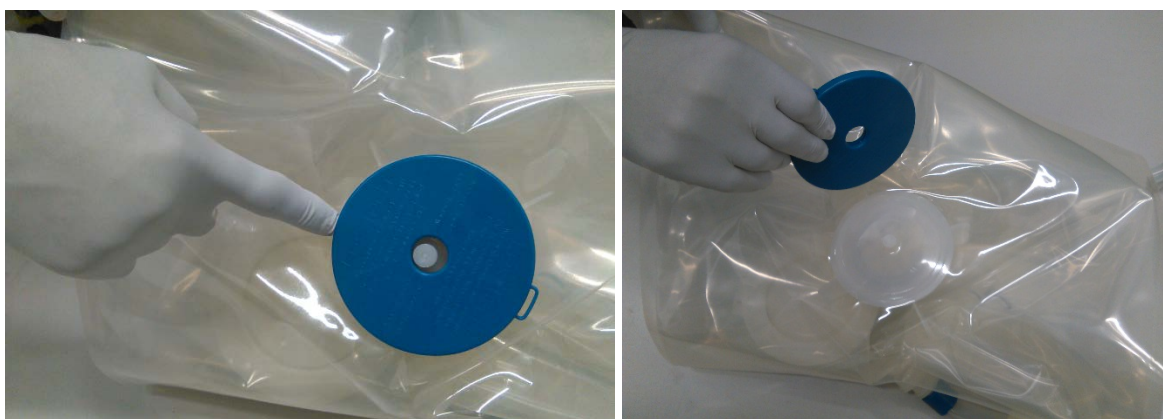
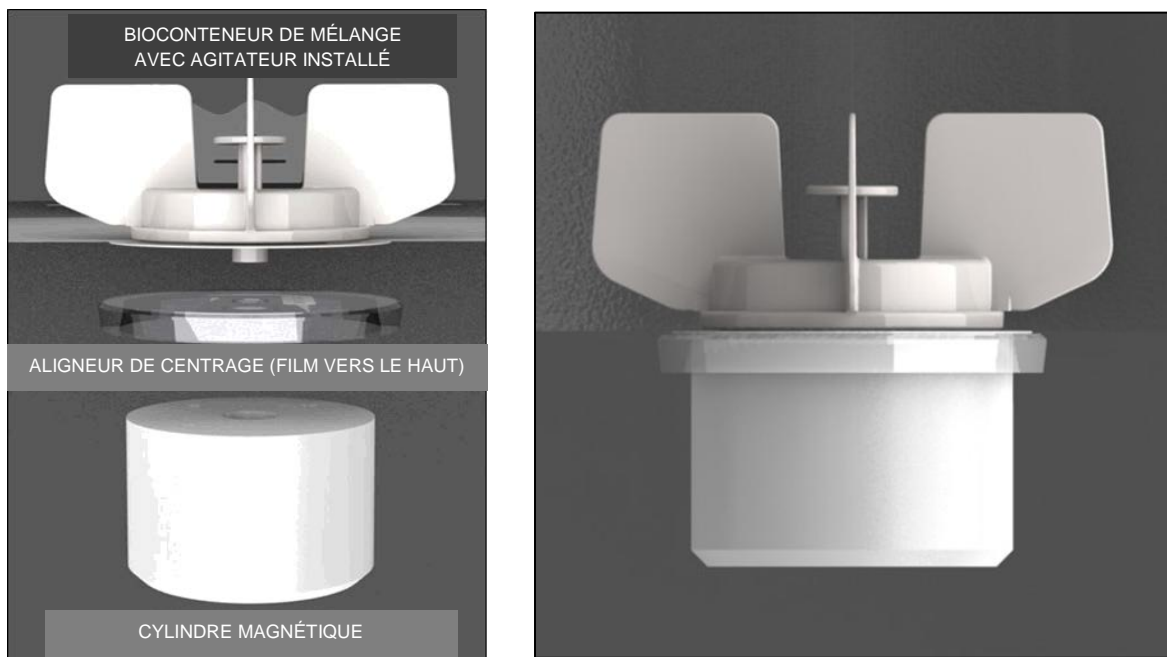

Figure 11 : Retrait du disque de transport
Figure 12 : Ensemble de bioconteneur de mélange avec ensemble cylindre magnétique/aligneur
9. Un disque de transport bleu est attaché magnétiquement à l'extérieur du bioconteneur de mélange, sur le siège d'agitateur. Enlever le disque de transport bleu (Figure 11) (conserver cet élément, il sera utilisé pour fixer l'agitateur lors de la mise au rebut du bioconteneur de mélange). Placer l'ensemble de cylindre magnétique/aligneur de centrage sur le siège d'agitateur, en s'assurant que l'orifice dans l'aligneur de centrage s'aligne avec le support sur le siège. Le cylindre est alors attiré magnétiquement par l'agitateur, et fixe alors l'ensemble sur le siège d'agitateur une fois qu'il est correctement installé (Figure 12).
1. Retirer le cylindre magnétique (Figure 12) de l'ensemble de bioconteneur de mélange-réservoir avant le couplage du mélangeur. Pour retirer le cylindre magnétique, atteindre le dessous du point de connexion du mélangeur et tirer soigneusement le cylindre magnétique vers le bas jusqu'à ce qu'il sorte de l'ensemble de bioconteneur de mélange-réservoir.